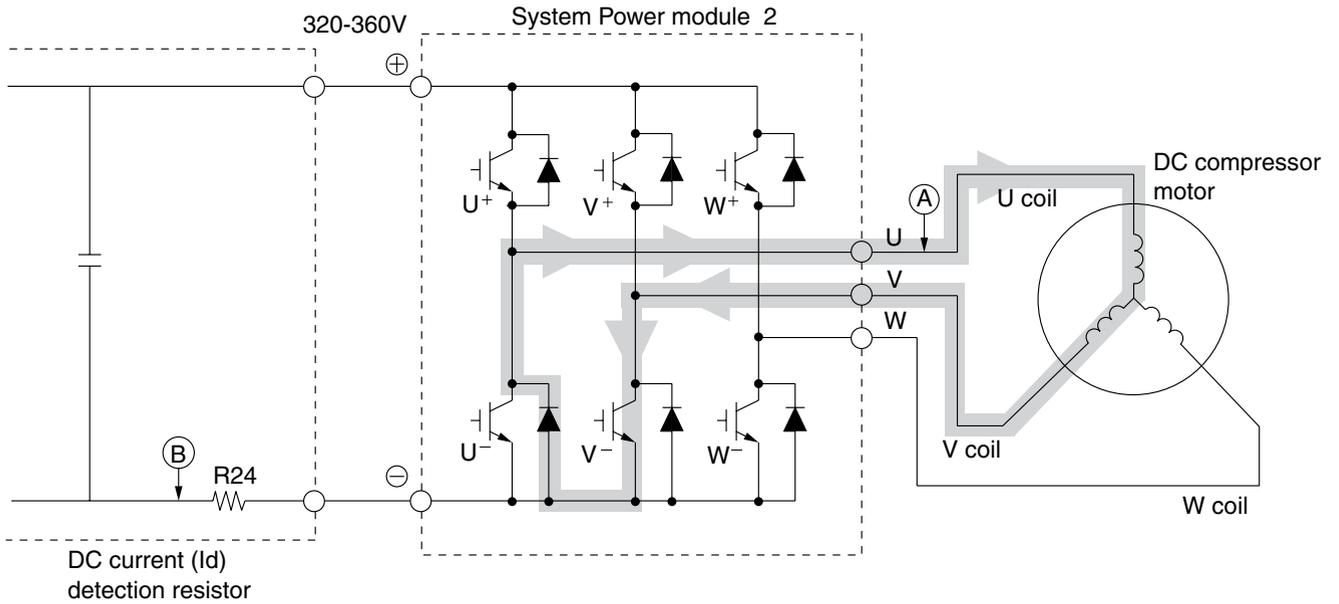

Fig. 3-4 Power module circuit (U⁺ is ON, V⁻ is ON)
(2) Quand le transistor U⁺ est OFF: (par induction de la bobine de moteur) Bobine U → Bobine V → Transistor V⁻ → Diode de retour → Point (A) (Fig. 3-4)